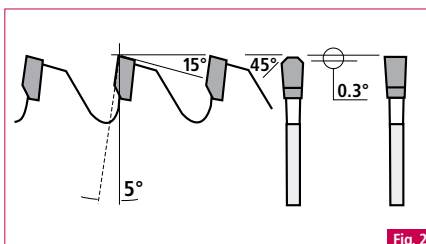

Fig. 2
- 9.2** Il taglio migliore si otterrà con lame per sega circolare con profilo dei denti a triplo truciolo. **Fig. 1**. Una lama per sega standard con \varnothing 300 mm dovrebbe avere 96 denti e possibilmente un angolo negativo del dente. **Fig. 2**.